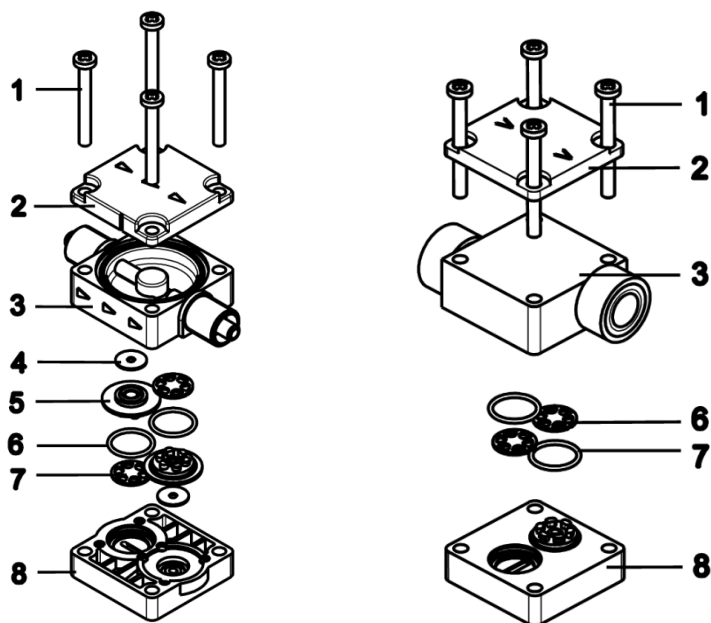

Fig. 55: Tête KT, TT
2. Rincer la plaque de connexion (3) et la culasse (8) et essuyer avec un chiffon doux. Sécher à l'air comprimé
3. Enlever soigneusement les sièges de clapet (5). Les disques d'étanchéité (4) ne sont pas présents sur la tête FT, voir Fig. 55
4. Retirer les joints toriques (6) et les clapets (7).